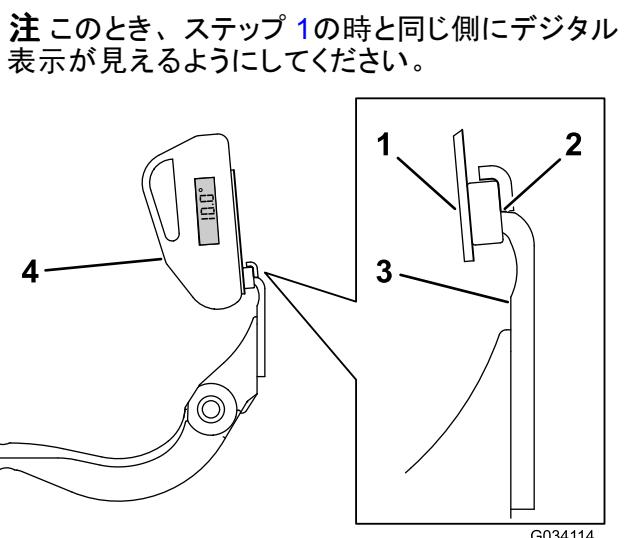

図 28
- 傾斜計マウントのマグネットのエッジがベッドナイフのエッジに密着するように、ベッドナイフのエッジに傾斜計マウントをセットする図 28。
- 図 28に示すようにマウントに傾斜計を取り付ける。